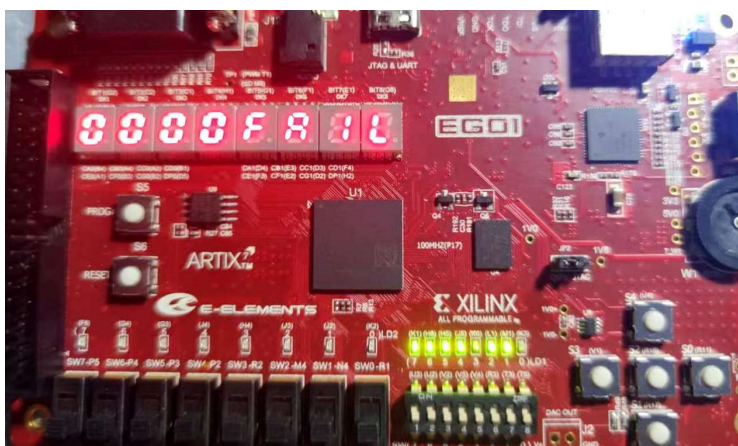

图 10 解锁超时状态
- 超过 20 秒未输入正确密码，密码锁将锁死，返回 FAIL，如图 10 所示